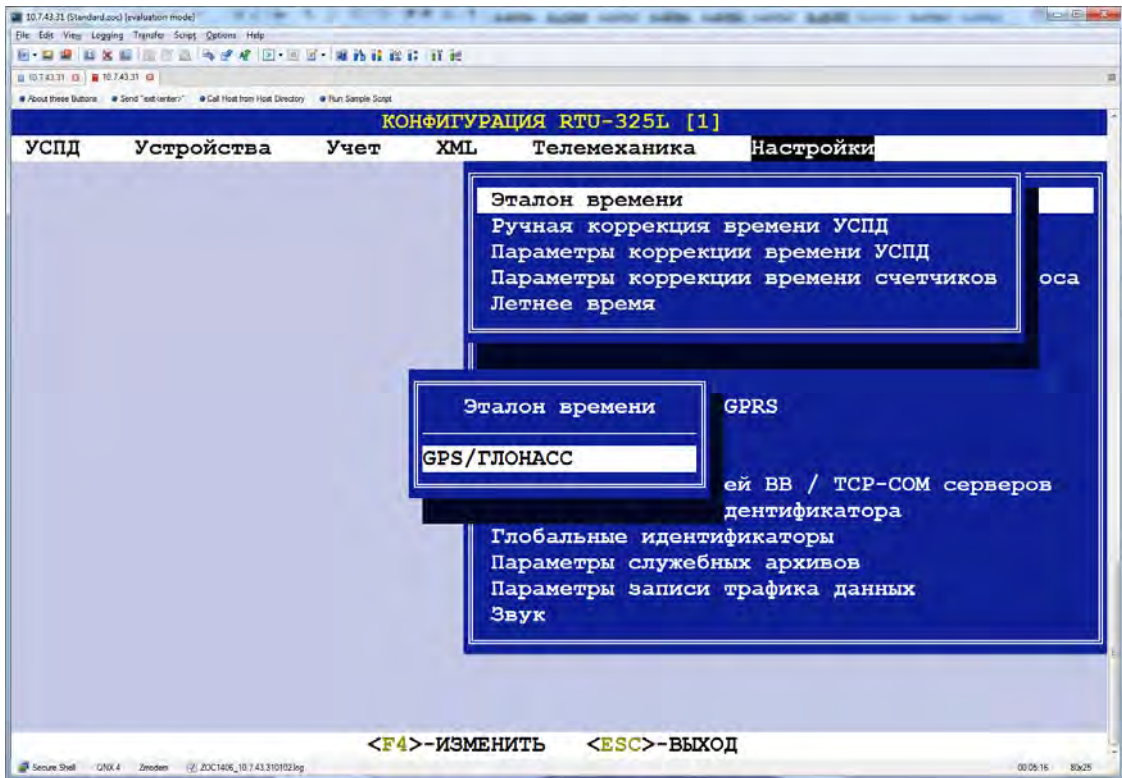

Рисунок 5
2.3.1.13 Установить в настройках времени эталон времени «GPS/ГЛОНАСС» (см. рисунок 5).